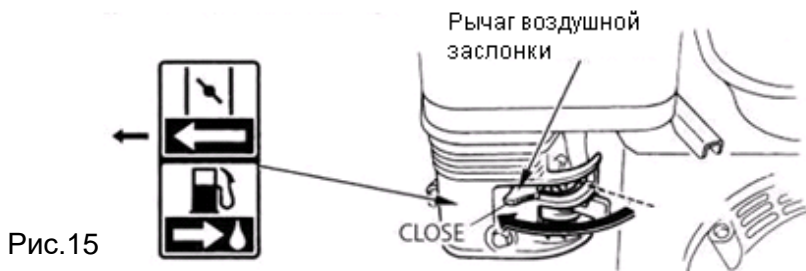

Рис.15
4. Передвиньте рычаг воздушной заслонки в положение **CLOSE** (закрыто). (см. рис. 15)